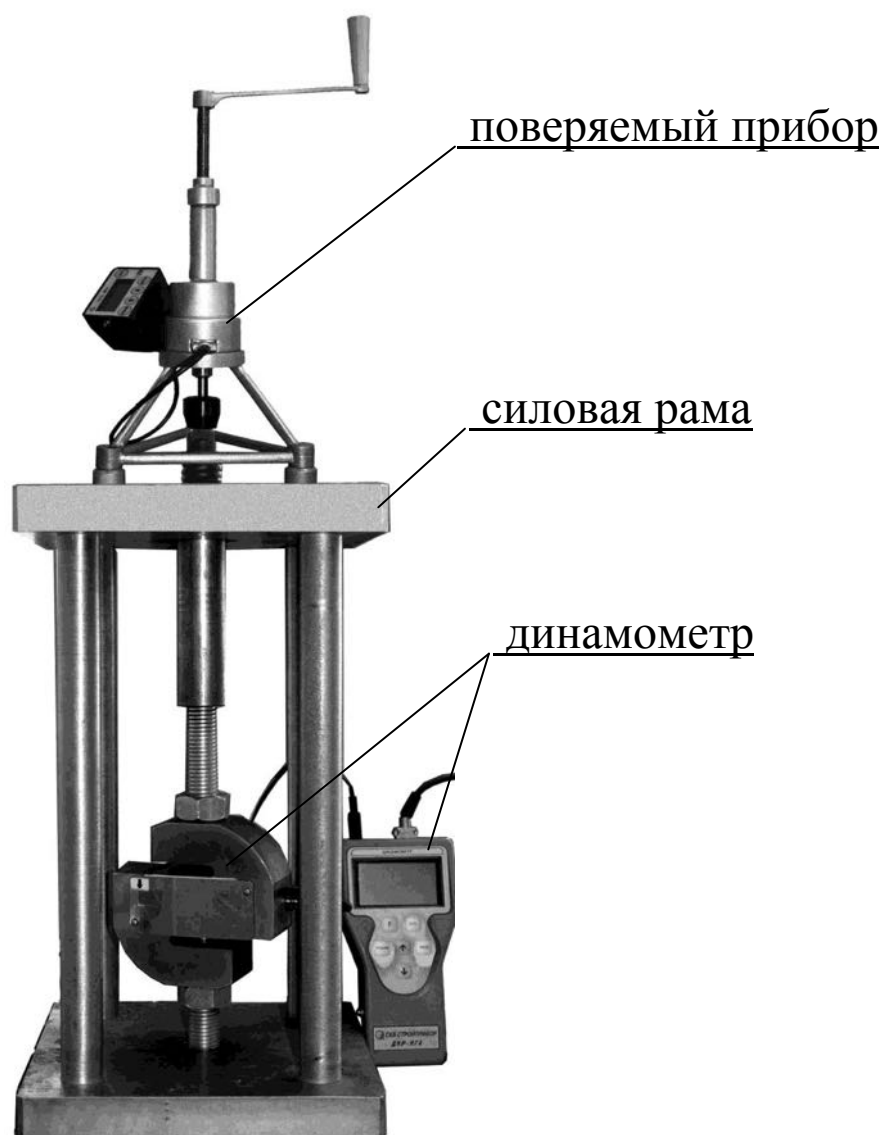

Рисунок 10 – Установка прибора при поверке
4.5.4.1 Динамометр устанавливают между нижней и верхней плитой силовой рамы, поверяемый прибор устанавливают опорами на верхнюю плиту силовой рамы. Схема установки прибора при поверке приведена на рис. 10.